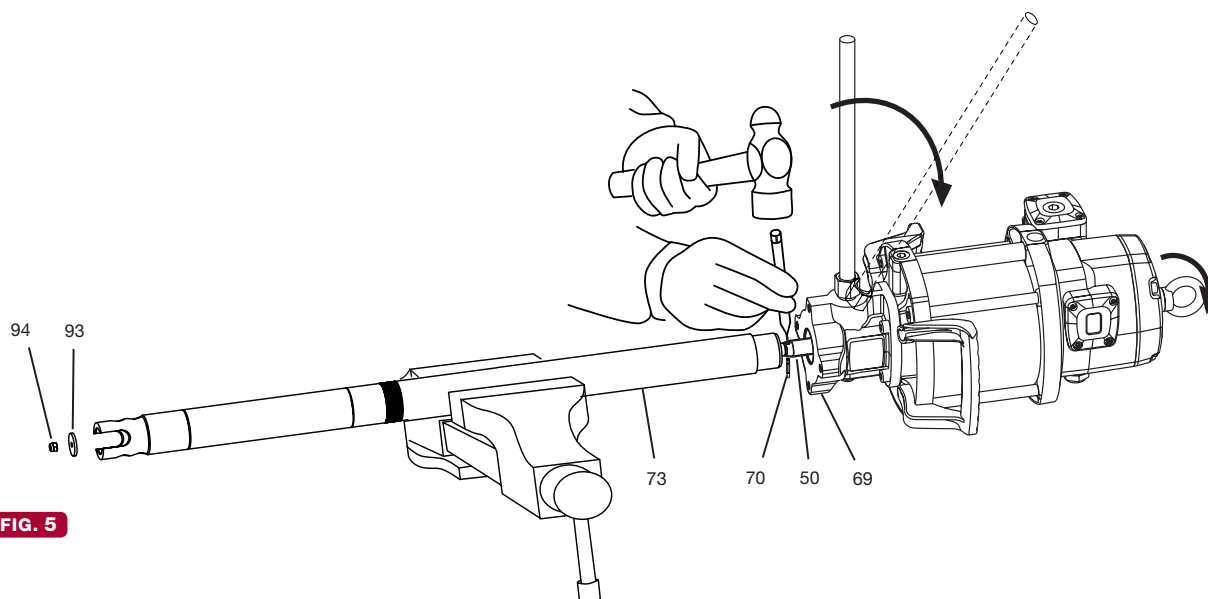

FIG. 5
1. Fix the pump in a vise in horizontal position (fig. 5). Gently blow with a hammer the upper tube (73) close to the body (69) in order to break the thread locker.
2. Unscrew the nut (94) and remove the primer (93).
4. Once unscrewed, pull the motor away until the elastic pin (70) into the rod (49) becomes visible. With a hammer and a suitable pin punch, eject the pin (70). The motor becomes loose.
1. Placera pumpen i ett skruvstäd enligt illustrationen (fig 5). Slå försiktigt med en hammare på övre pumpröret (73) nära pumpkroppen (69) för att lossa låsvätskan.
2. Skruva bort muttern (94) och matarkolven (93).
4. När luftmotorn är lös, dra den bort från pumpröret tills rörpinnen (70) i centralstången (70) blir synlig. Knacka bort låspinnen med lämpligt drivdorn. Luftmotorn går nu att skruva bort.